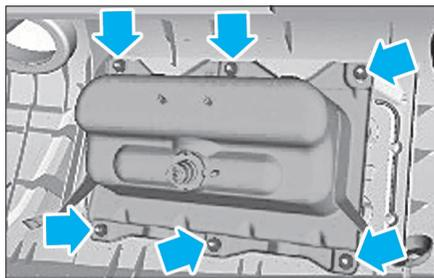

FIG. 11
- les 6 vis de fixation du module sur la planche de bord (Fig.11).